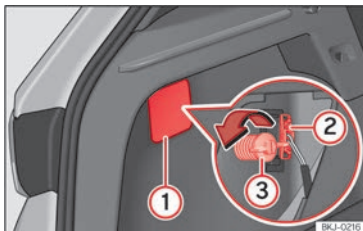
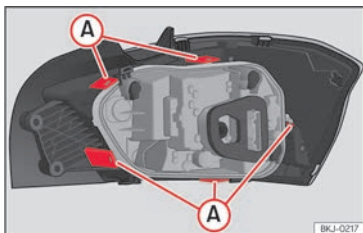

Abb. 163 Gepäckraum: Zugang zur Befestigungsschraube der Heckleuchte.
Abb. 164 Befestigungslaschen Rückseite Heckleuchte.
- Hebeln Sie die Abdeckung an der Aussparung mit dem flachen Teil des Schraubendrehers ab »» (Abb. 163) ①.
- Ziehen Sie den Stecker der Leuchte ② ab.
- Schrauben Sie mit der Hand oder mit Hilfe eines Schraubendrehers die Befestigungsschraube der Leuchte ③ heraus.
- Bauen Sie den Lampenträger aus, indem Sie die Befestigungslaschen »» (Abb. 164) A entriegeln.